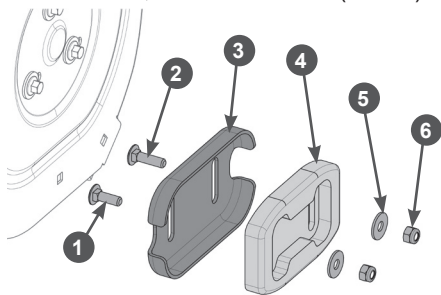

Рис. 9. Установка ползков
- Вставьте в квадратные отверстия в кожухе шнеков (изнутри кожуха) болты с полукруглой головкой М8×25 (1) и М8×30 (2) (Рис. 9). Более длинные болты М8×30 (2) используются для установки в отверстия в глубине кожуха для крепежа нижней накладки шнеков (Рис. 9). Далее, установите ползкок (3 или 4), установите шайбы М8 (5) с внешней стороны ползка и закрутите гайки М8 (6) самостопорящиеся с неметаллической вставкой (Рис. 9).